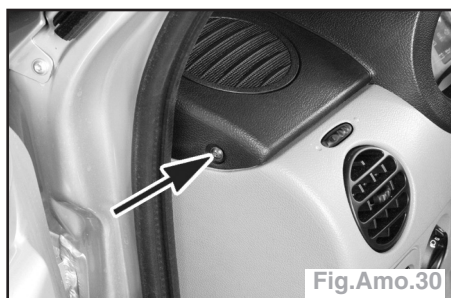

Fig.Amo.30
- les 2 vis latérales de la partie supérieure de la planche de bord (Fig.Amo.30).